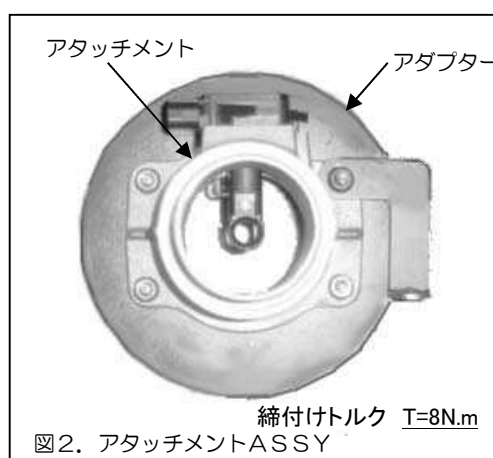

図2. アタッチメントASSY
1. アダプターにエアフロアダプター及びステーを付属のボルト、ナットを使用して組み付けます。(図2参照)